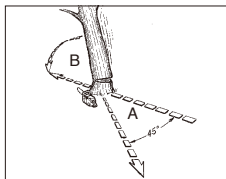

Fig. 11A
**⚠ ADVARSEL:** En tilflugssti (A) bør planlægges og gøres klar, for nedskæringerne går i gang. Tilflugsstien skal gå bagud og diagonalt bagved den forventet retning af hvor træet skal falde, som vist i fig. 11A.
**BEMÆRK:** Faldretningen (B) er kontrolleret af det udhuggede snit. Før du begynder at save, skal du overveje placeringen af de større grene, og træets naturlige hældning, for at bestemme hvordan træet vil falde.
**ADVARSEL:** Som fældesnittedet kommer tættere på falsen, skulle træet gerne begynde at falde. Når træet begynder at falde, skal du fjerne saven fra snittet, stands motoren, læg saven ned, og forlad området via tilflugtsstien (Fig. 11A).